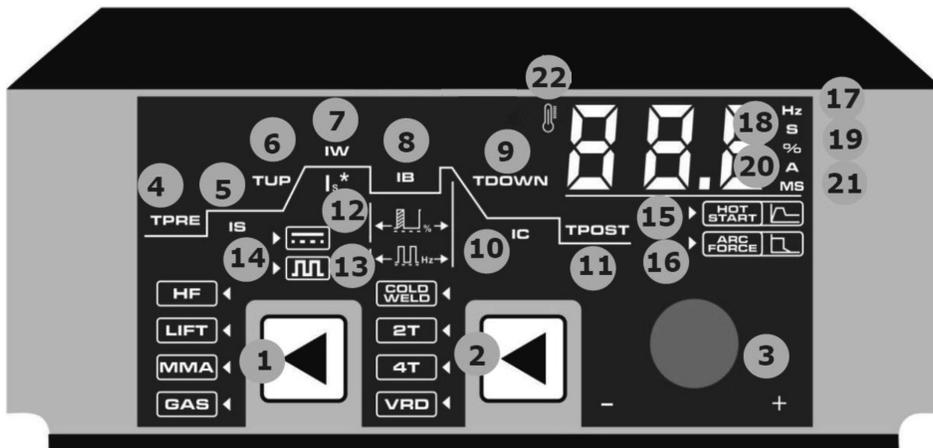

Рис. 3
- включения/выключения режима импульсной сварки в режиме TIG. Индикация режима (поз. 14, рис. 3,4). Для включения импульсного режима удерживайте кнопку в течение 2 секунд.